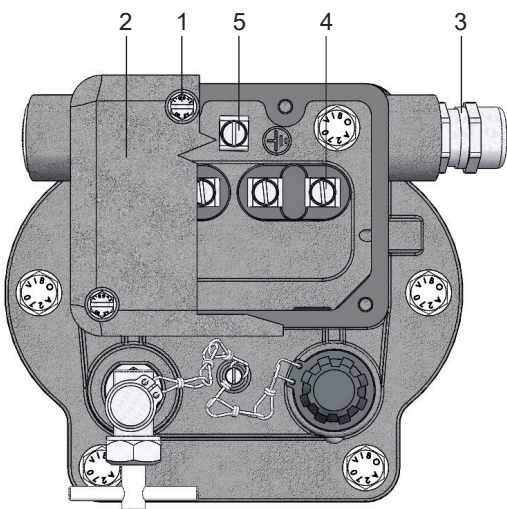

Fig. 14 - Conexión eléctrica
- afloje los tornillos (Fig. 14/No. 1)
- saque la tapa (Fig. 14/No. 2)
- introduzca el cable a través del racor atornillado para cables (Fig. 14/No. 3)
- conecte el cable al prisionero de conexión (Fig. 14/No. 4) (par de apriete máximo: 3 Nm)
- apriete firmemente los tornillos (Fig. 14/No. 1) (par de apriete máximo: 3 Nm).
Conecte el conductor protector (aislamiento verde-amarillo) al terminal de puesta a tierra (Fig. 14/No. 5) (par de apriete máximo: 3 Nm).